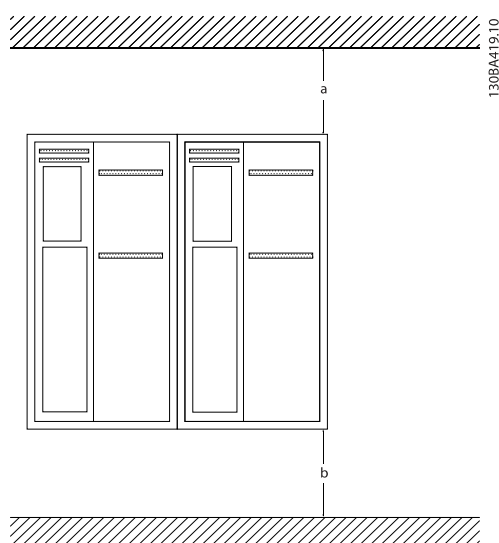

Ilustración 3.1 Espacio libre para refrigeración por encima y por debajo
- Se requiere un espacio libre por encima y por debajo para la refrigeración por aire. Generalmente, son necesarios 100-225 mm (4-10 in). Consulte en la *Ilustración 3.1* los requisitos de espacio.